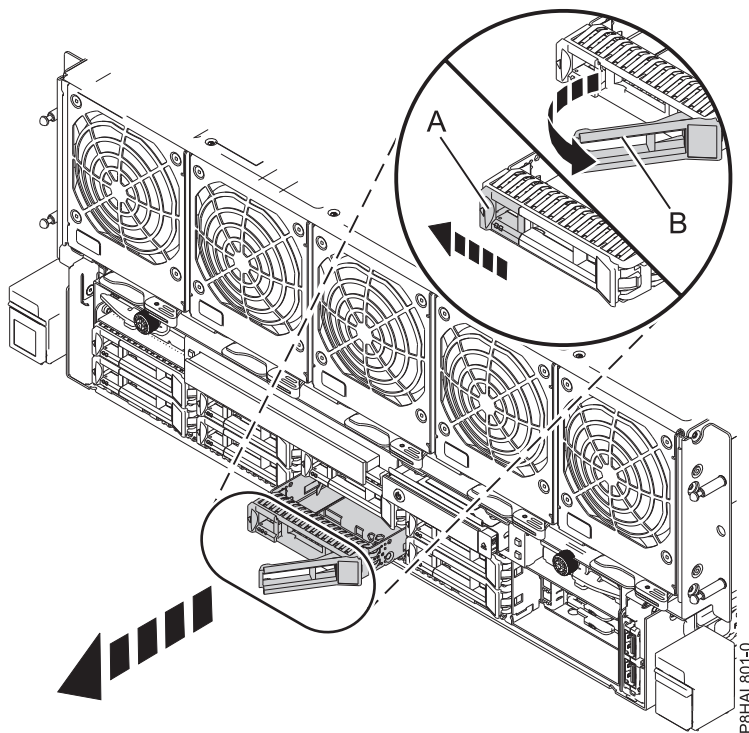

図 22. 8408-44E または 8408-E8E システムからのディスク・ドライブの取り外し
3. 識別 LED が点灯したら、ハンドル・ラッチ (A) を押して、手前に引き、ドライブ・ベイ・ハンドル (B) をアンロックします。図 22 ハンドルが完全に引き出されていないと、ソリッド・ステート・ドライブをスライドさせてシステムから引き出すことができません。